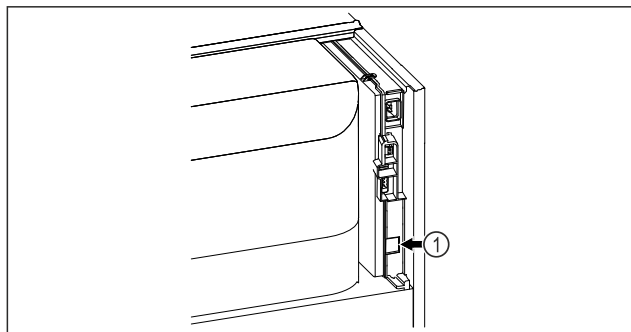

Fig. 109
- Je používán SmartModule Fig. 109 (1).